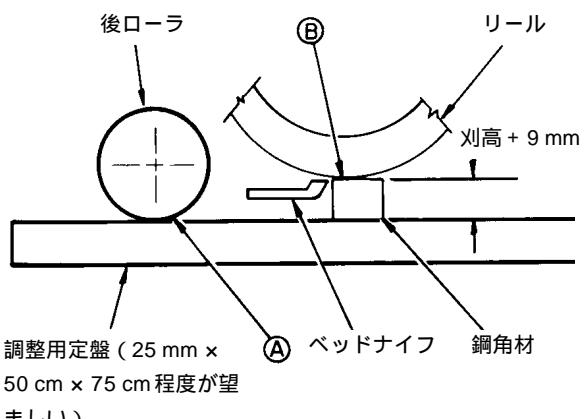

図16
2. リールの下に、厚さが所望刈り高より 9.5 mm 程度厚く、長さが 70 cm 程度の角材を差し入れ（図17）。ベッドナイフの切刃に沿って当てがう（図16）。この時、リールと角材が全幅にわたって接触するようになる。
5. リールの下に、所望刈り高程度の厚さで長さが70cm程度の角材を差し入れ（図16）ベッドナイフの刃の全長にわたってリールに当てがう。